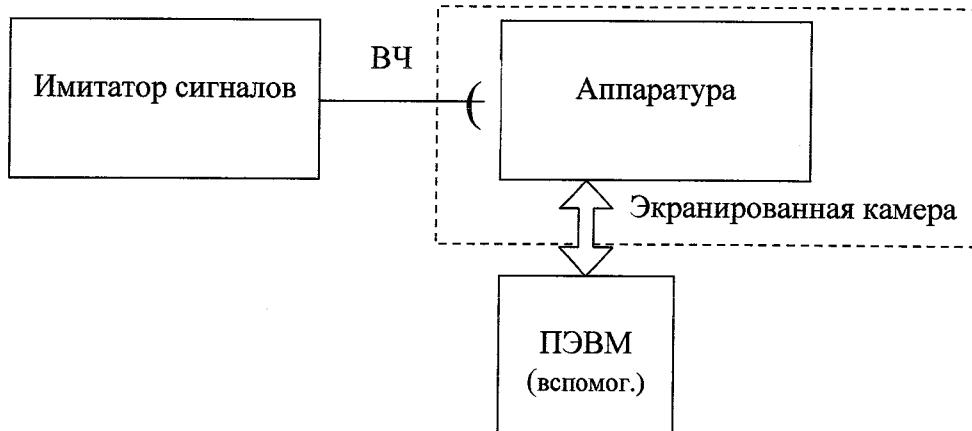

Рисунок 1 - Схема измерений для поверки аппаратуры
7.3.1.1 Использовать схему измерений в соответствии с рис. 1.